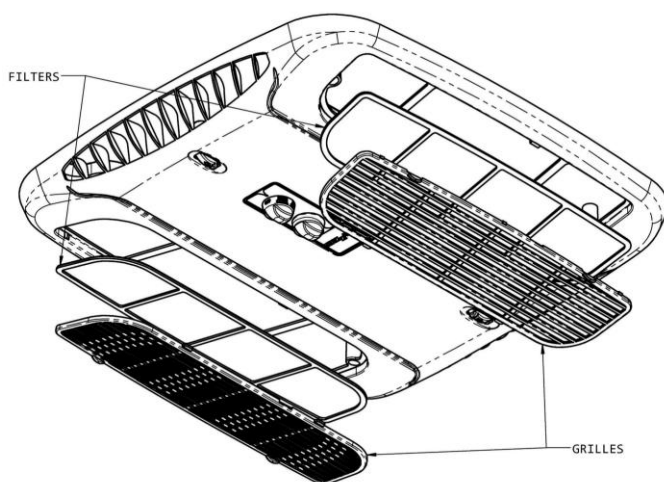

Figure 2
3. Réinstaller les filtres et les grilles dans le montage de plafond, comme illustré dans la figure 2, page 22.